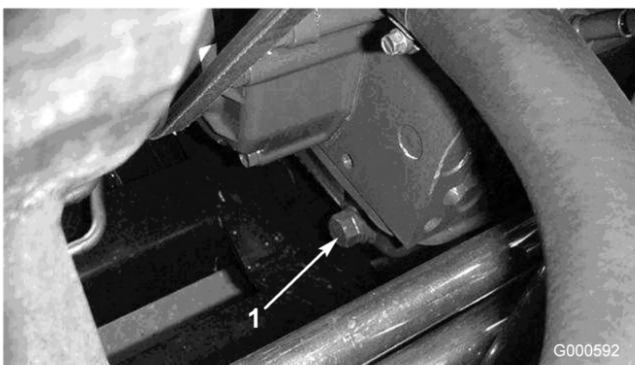

Figura 32
1. Retire el tapón de vaciado trasero (Figura 32) y deje fluir el aceite a un recipiente apropiado. Cuando el aceite deje de fluir, coloque el tapón de vaciado.